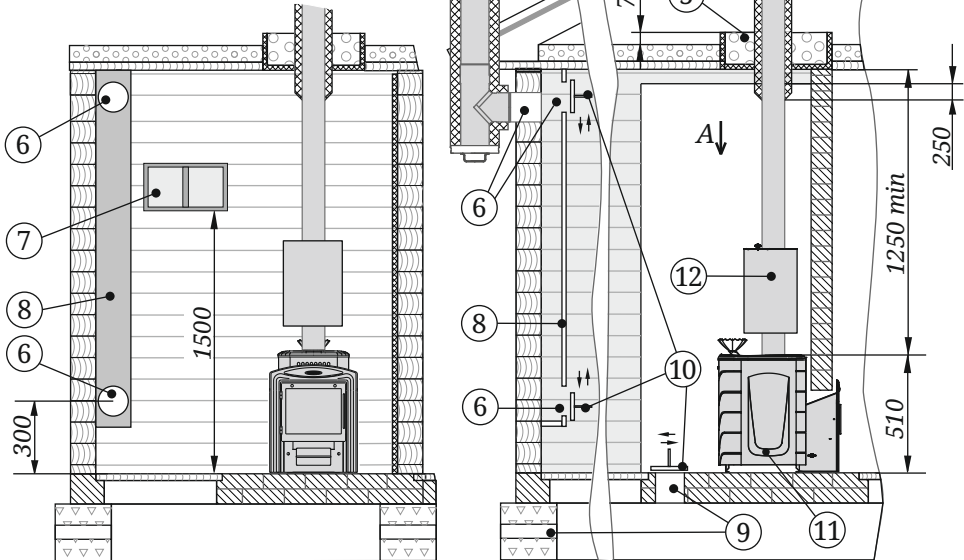

Рисунок 9. Схема монтажа печи
- пол из горючих и трудногорючих материалов перед дверцей топки застелить металлическим листом размером 700×500 мм (рисунок 9).
Для обеспечения хорошего воздухообмена, вентиляции и обеспечения оптимальных кондиций русской паровой бани, в парной необходимо организовать приточно-вытяжную вентиляцию (см. рисунок 9).